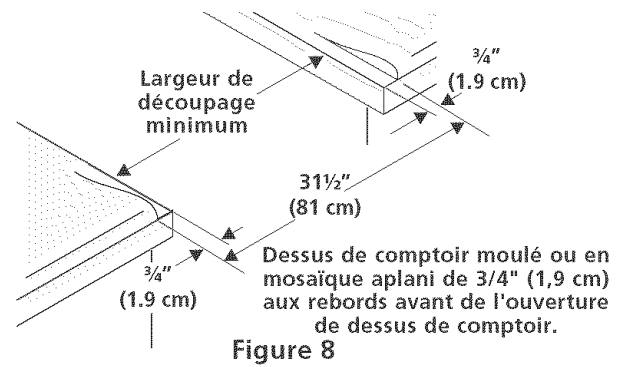

Figure 8
- Il est possible qu'il soit nécessaire d'aser de 3/4" (1,9 cm) les dessus de **comptoir en mosaïque** à chaque coin avant et/ou d'aplanir le rebord arrondi (Figure 8).
- Les dessus de comptoir au **rebord avant moulé** doivent être aplanis de 3/4" (1,9 cm) à chaque coin avant de l'ouverture (Figure 8).